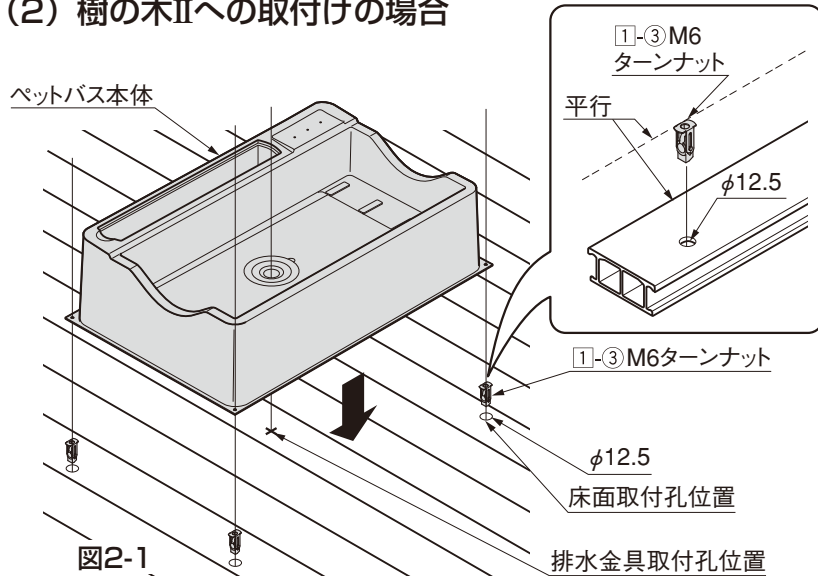

図2-1
- ①-③は、図2-1のように樹の木IIの長手方向に対して平行になるように差込んでください。ナット部分が回転せず取付かないおそれがあります。